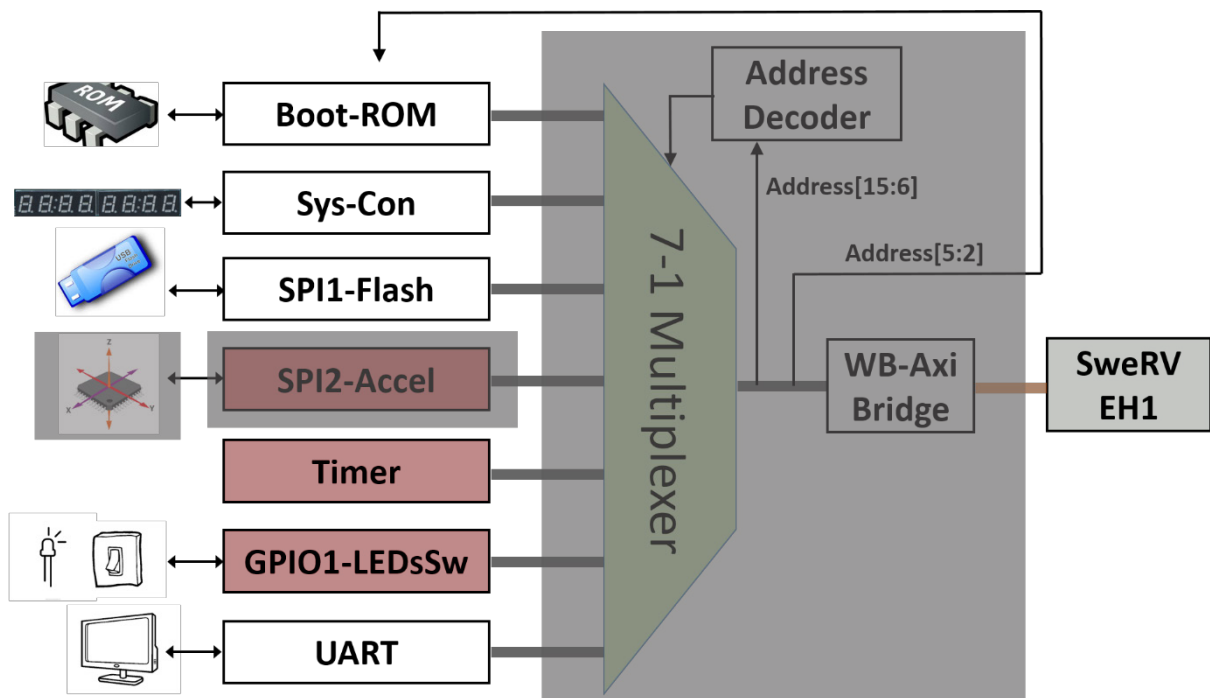

图8. SPI控制器集成到RVfpga系统中
1. SoC和加速计之间的物理连接（图8中的左侧阴影区域）
2. SPI控制器的集成，该控制器包含在SweRVolfX系统控制器中（图8中的中间阴影区域）
3. SPI控制器与SweRV EH1内核之间的连接（图8中的右侧阴影区域）